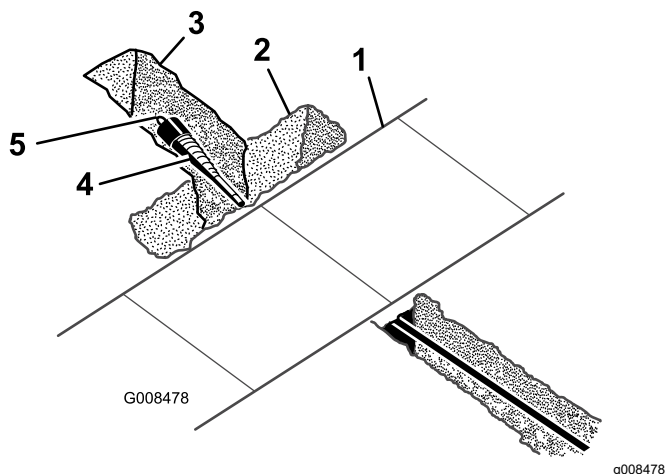

Figura 28
1. Con una pala scavate con cautela attorno alla punta di perforazione per liberarla dalla terra e poterla così rimuovere (Figura 28).
2. Rimuovete la punta di perforazione e agganciate l'alesatore (Figura 28); fate riferimento a Montaggio degli accessori \(pagina 15\).
3. Agganciate il cavo o il tubo che dovete posare alla parte girevole sull'estremità dell'alesatore (Figura 28).